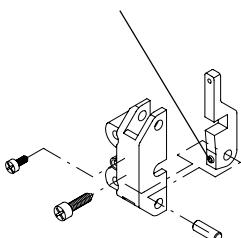

Fig.15
- Premontare il supporto S1 (fig. 15).
- Assemble the support S1 (fig. 15).
- Die Stütze S1 zusammensetzen (Bild 15).
- *Prémonter le support S1 (fig. 15).*